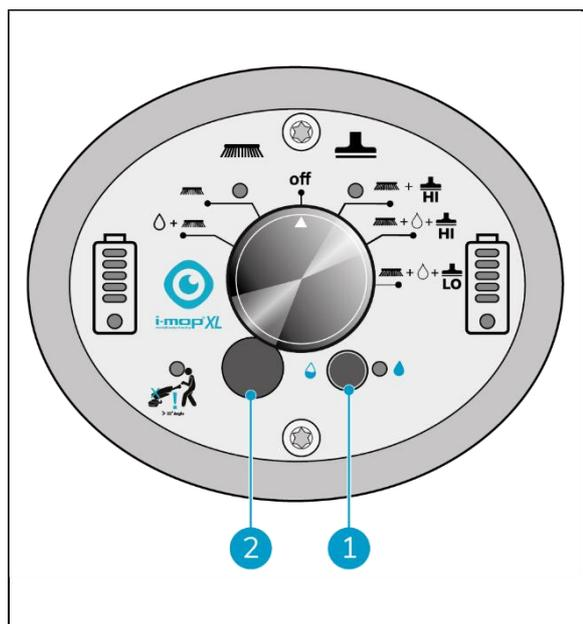

Figura 24
1. Ligue o modo ECO premindo o botão ECO depois de ter selecionado o seu modo de limpeza (Figura 24, pos. 1).
3. Para ajustar o caudal de água quando o modo ECO está ativado, pode retirar a tampa de borracha (Figura 24, pos 2) e utilizar uma pequena chave de fendas de cabeça chata para alterar o caudal no seletor por baixo da tampa. Consulte a tabela de caudais abaixo.